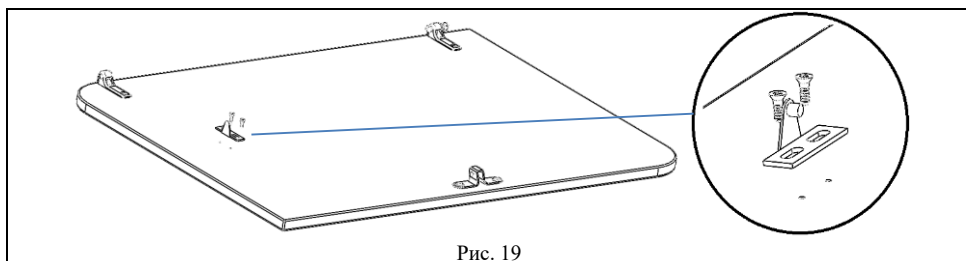

Рис. 19
5.5.3. К сборке по п.5.5.2. установить согласно схеме рис. 19 шарнир подвижный из пакета с газ. лифтом и закрепить саморезами специальными из того же пакета.